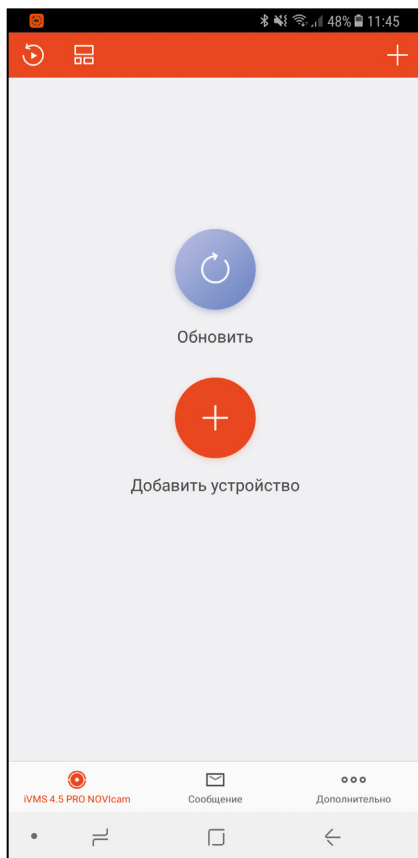

Рис. 35 Добавление устройства-1
4. Для добавления устройства нажмите **Добавить Устройство**. (Рис.35)